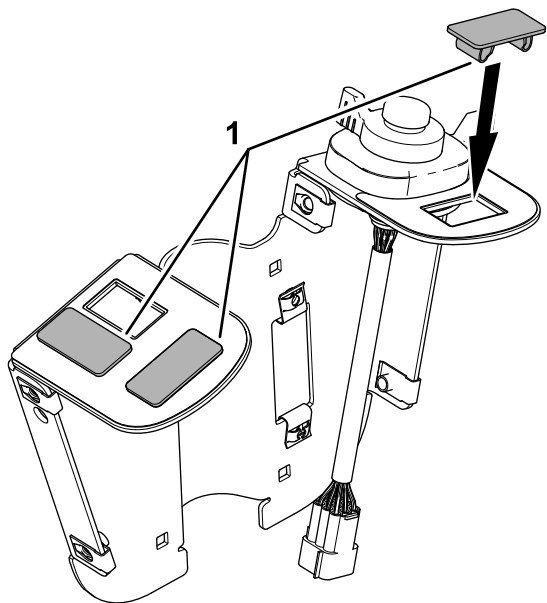

Figure 29
4. Insérez les 3 caches dans le support de commutateurs, comme montré à la Figure 29.